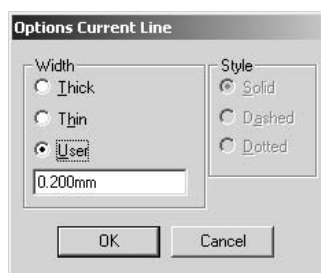

Рис.2.3.3
- Установить текущую линию рисования. Для этого командами **Options/Current Line** в одноименном диалоговом окне в поле Width выбрать User и задать ширину 0,2 мм. Нажать на кнопку ОК (рис.2.3.3).